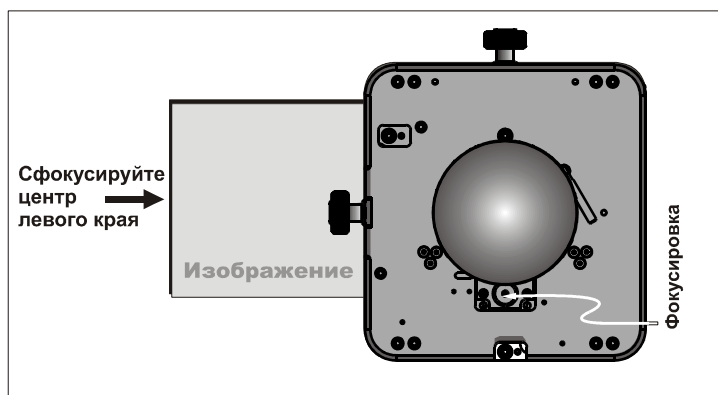

Рис. 2-21 Регулировка фокусировки
3. **Сфокусируйте** изображение, постепенно задвигая объектив с помощью ручки фокусировки. (Рис. 2-21) Необходимо сфокусировать левый край изображения. Если изображение сфокусировано в левой части экрана, но расфокусировано в правой, определите положение фокуса в правой части (перед экраном или за ним). Если изображение сфокусировано по обоим краям экрана, перейдите к шагу 7.